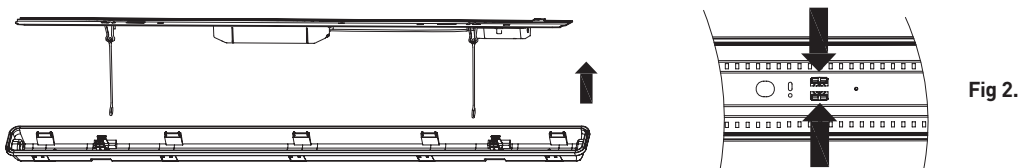

Fig 2.
6. Squeeze clips holding LED PCB and remove it (Fig 2).
6. Appuyez sur les clips qui maintiennent le PCB LED et retirez-le (Fig 2).